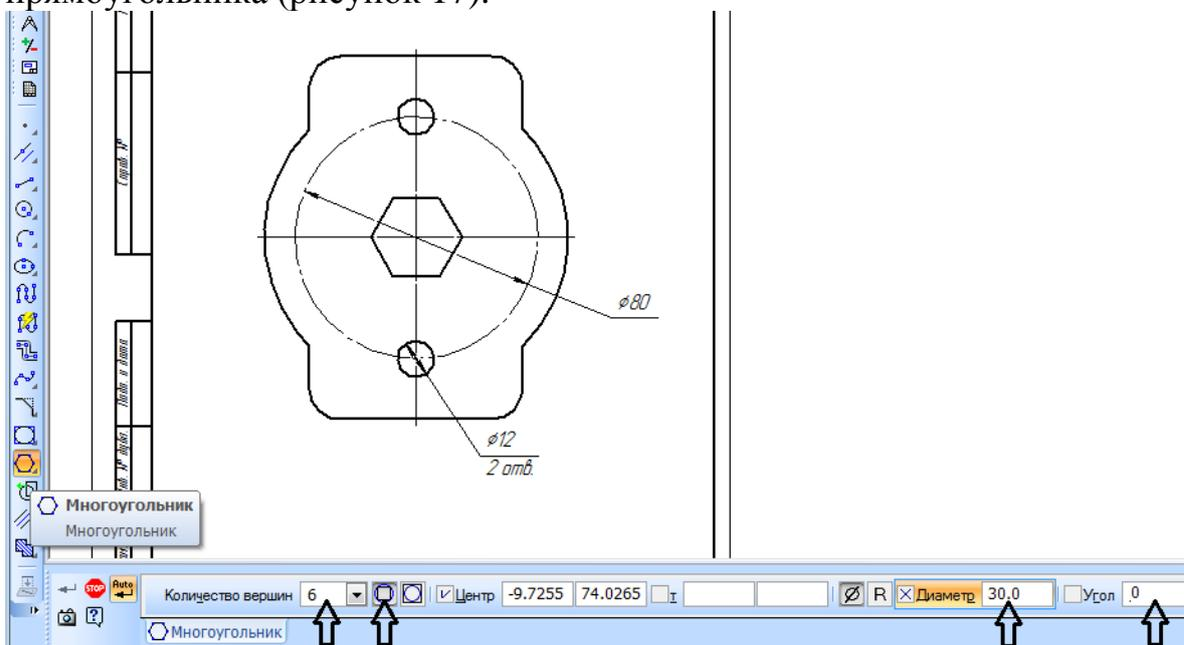

Рисунок 17.
11. Для построения правильного шестиугольника активизируйте на компактной панели **Геометрия** команду **Многоугольник** (находится под кнопкой прямоугольника). Задайте количество вершин «6», по описанной окружности, $\varnothing 30\text{мм}$, угол **0градусов**, обязательно нажмите кнопку **По описанной окружности**, зафиксируйте в центре прямоугольника (рисунок 17).